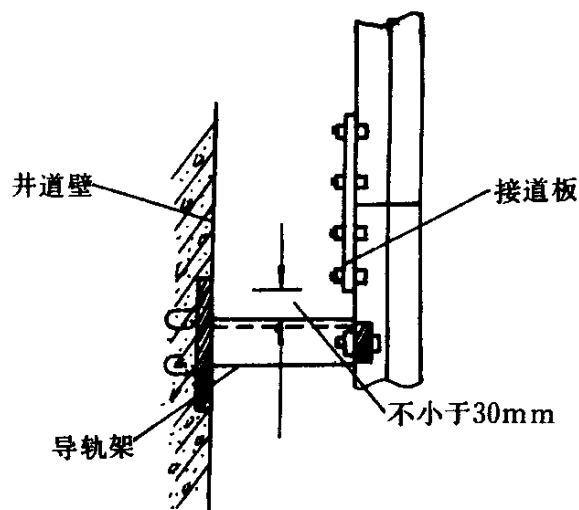

图 2-1 导轨支架安装
3. 在确定导轨支架位置的同时，还要考虑导轨连接板（接道板）与导轨支架不能相碰。错开的净距离不小于 30mm（图 2-1）。